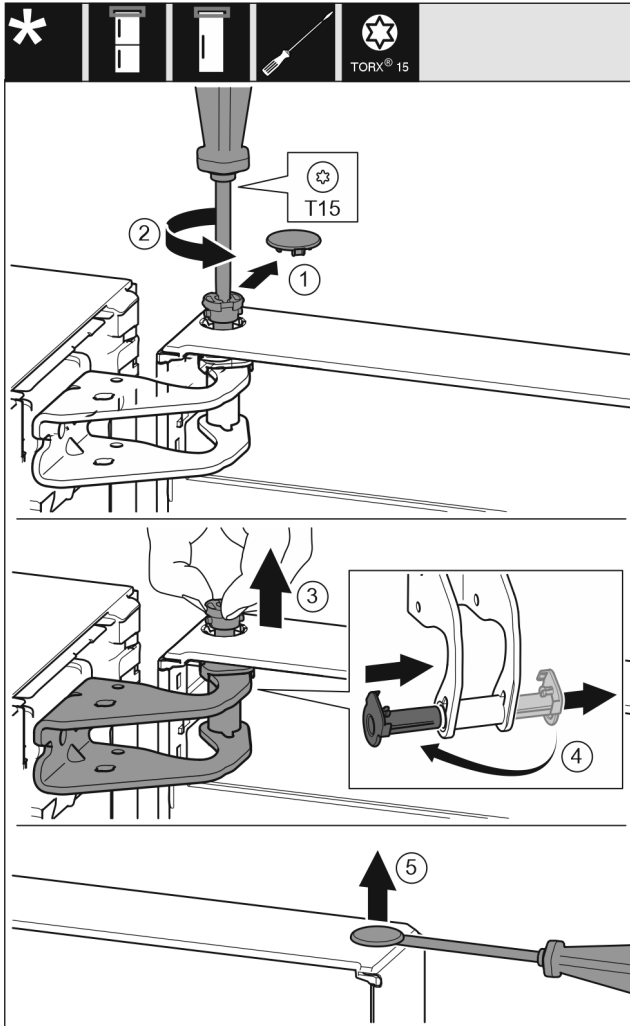

Fig. 7
- ▶ Sicherungsabdeckung vorsichtig abziehen. *Fig. 7 (1)*
- ▶ Bolzen mit Schraubendreher T15 ein Stück herausdrehen. *Fig. 7 (2)*
- ▶ Tür festhalten und Bolzen mit den Fingern herausziehen. *Fig. 7 (3)*
- ▶ Lagerbuchse aus Führung ziehen. Von der anderen Seite einsetzen und einrasten. *Fig. 7 (4)*
- ▶ Stopfen aus der Türlagerbuchse vorsichtig mit einem Schlitzschraubendreher anheben und herausziehen. *Fig. 7 (5)*